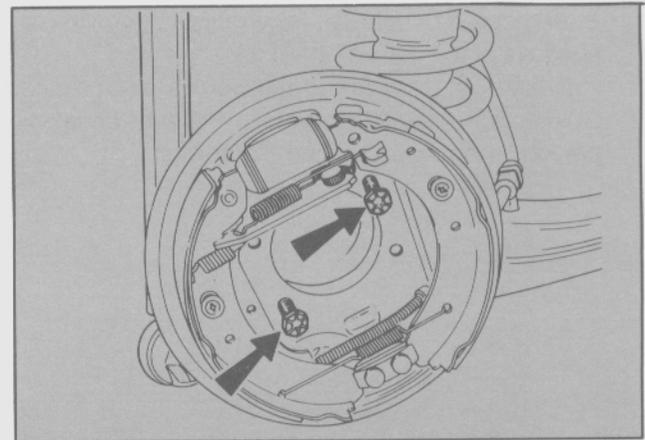

Fig. 46. Sujeción provisoria del plato portafrenos al brazo inferior
- Retirar el semieje completo con la maza. Sujetar provisoriamente, el plato portafrenos al brazo inferior, para evitar que se dañe la tubería de frenos (Fig. 46).